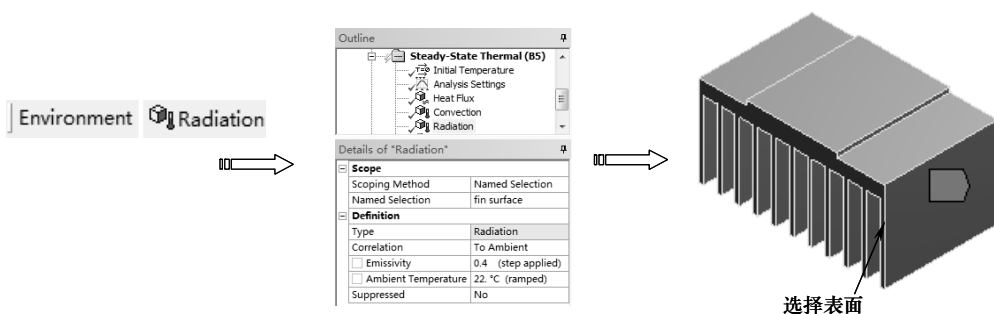

图 11-18 施加辐射
(3) 辐射 (Radiation) 辐射可施加到三维表面或二维模型的边上，提供向周围环境的辐射，以及表面的相互辐射，如图 11-18 所示。对流由辐射率 ϵ (Emissivity) 和环境温度 (Ambient Temperature) 给定，通过公式 $Q = \sigma \epsilon F A (T_{\text{surface}}^4 - T_{\text{ambient}}^4)$ 联系起来。式中， σ 为斯蒂芬-玻耳兹曼常数； A 为辐射面积； F 为辐射面的形状系数（默认为 1）。